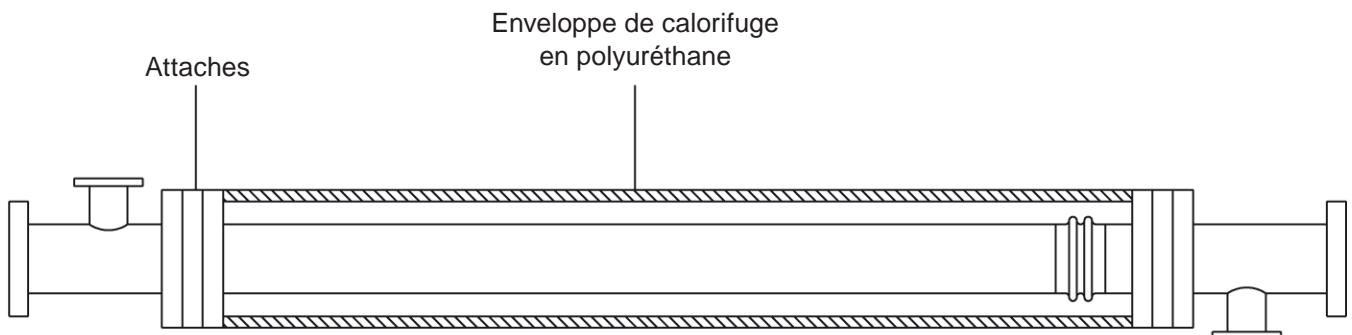

Fig. 10
4.11 Afin de protéger le soufflet de dilatation des dommages externes et pour réduire les pertes thermiques, il est recommandé d'utiliser une enveloppe isolante en polyuréthane comme montré sur la Fig. 10.